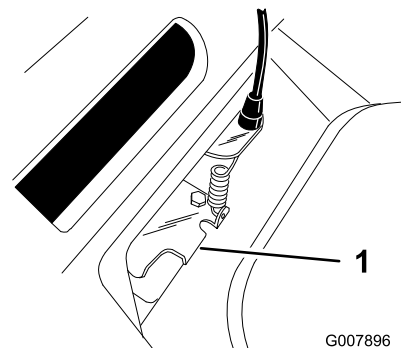

Bild 26
5. Ziehen Sie die Riemenführungsnase so weit nach unten, dass sie den Rasenmäher berührt. Halten Sie sie dann dort fest (Bild 26).